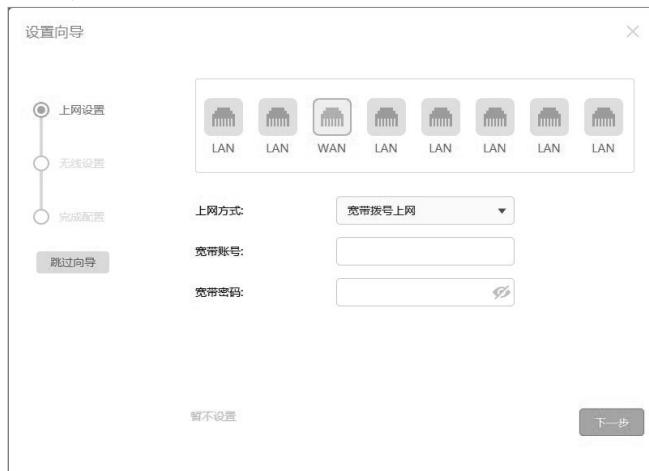

图4-4 检测到宽带网线界面
1) 检测到宽带网线连接时, 软件会根据当前WAN口接入的方式和接入的端口位置进行显示, 如图4-4所示, 用户可根据实际使用进行修改。